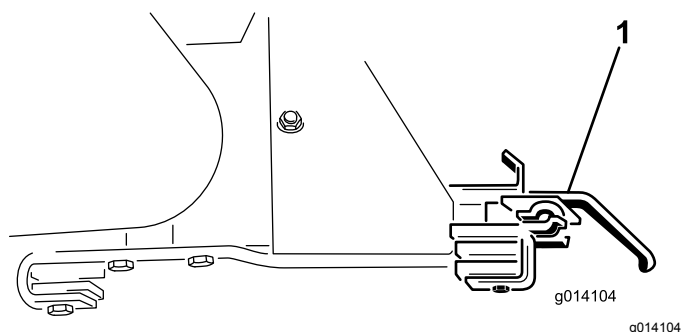

Figura 59
18. Rimuovete le 2 staffe di attacco dell'accessorio (Figura 59).